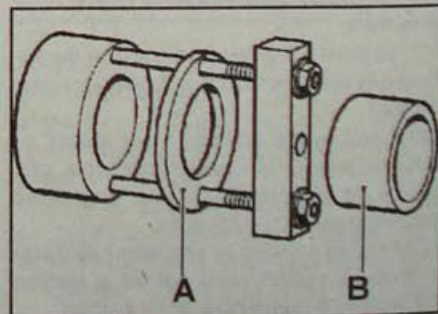

Рис. 10.15. Приспособление Т.АВ. 1261-01 для установки шарового шарнира:
- Для установки шарового шарнира введите шайбу (А, рис. 10.15) и распорное кольцо (В) в приспособление Т. Ав. 1261-01.